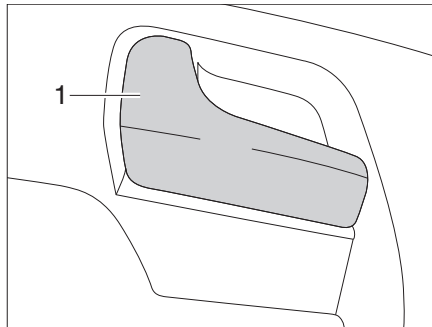

Bild 45 Dörrlås förardörr, insida
- Drag i handtaget (Bild 45,1). Dörrlåset låses upp.